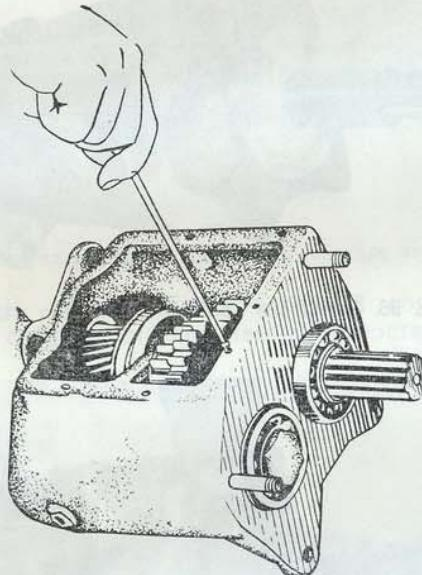

Рис. 98. Установка стопорного винта оси блока шестерен заднего хода
17. Ввернуть стопорный винт заподлицо с плоскостью разъема картера (рис. 98).